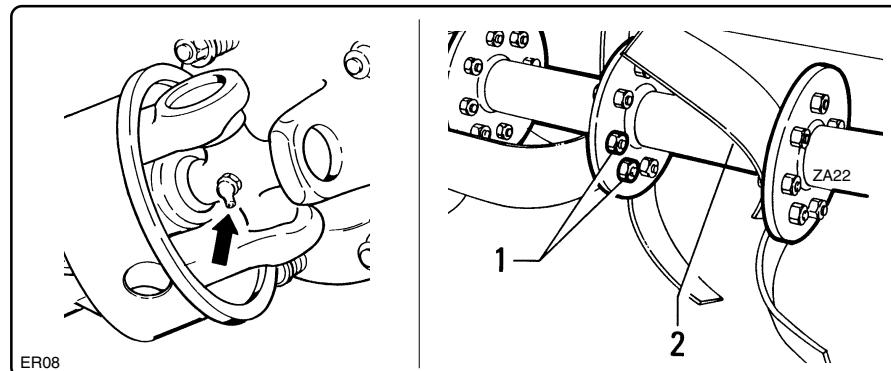

fig. 7.4.2
- Verificare l'integrità dell'albero cardanico ed ingassare le crociere (fig. 7.4.2).
- Controllare il serraggio dei bulloni "1" di bloccaggio lame al rotore "2" (fig. 7.4.2).
- Make sure that the driveline is in a perfect condition and grease the spiders (fig. 7.4.2).